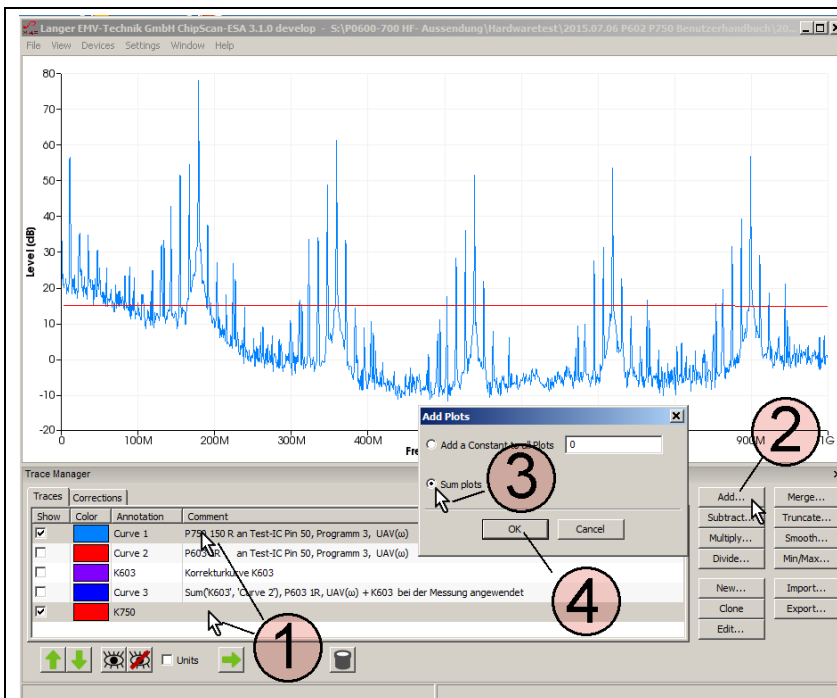

Bild 47: Korrektur nach der Messung: Ausführung der Addition $U_{IC} = U_{AV} + K750$.
Im „Trace Manager“ in der Liste „Traces“ **Bild 47** werden die Kurve „Curve 1“ (U_{AV}) und die Kurve „K750“ mit dem Mauszeiger ① markiert. Die Mathematikoperation „Add...“ ② (Addition) wird geöffnet und „Sum up all Plots“ aktiviert (**Bild 47** Mauszeiger ③). Mit OK ④ wird die Addition $U_{AV} + K750$ ausgeführt.